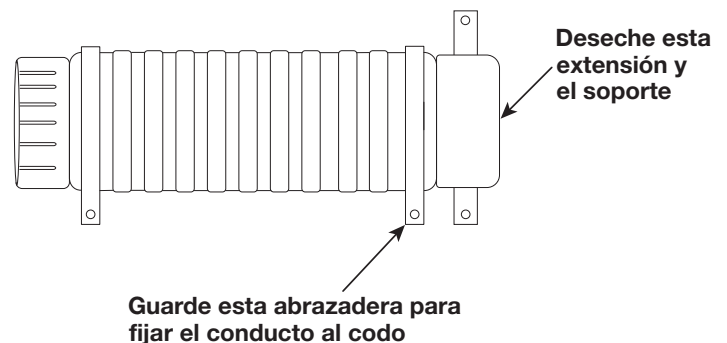

Figura 3
4. Retire la extensión con el soporte fijado del tubo flexible (deséchela). Vea la Figura 3.